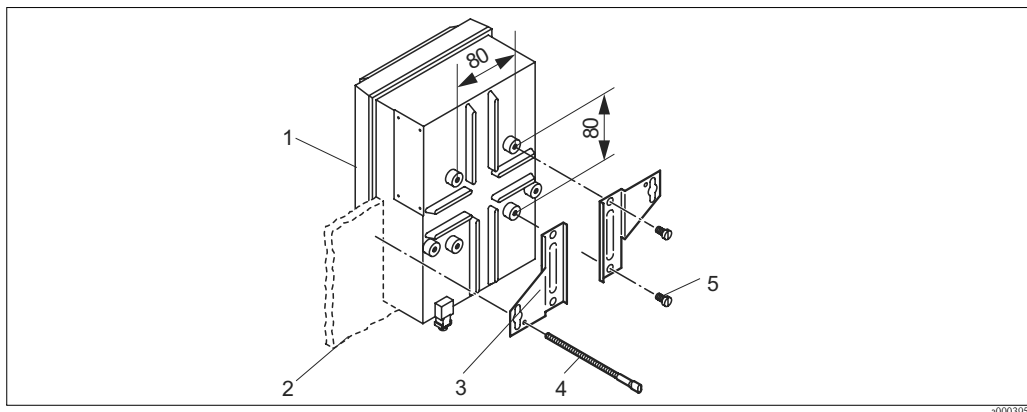

Fig. 12 : Montage en façade d'armoire électrique
2. Dévissez la partie supérieure du boîtier (pos. 1).
3. Fixez les plaques de support (pos. 3) au moyen des vis de fixation (pos. 5) selon la Fig. 12 sur la partie inférieure du transmetteur.
4. Fixez le transmetteur au moyen des vis (pos. 4) sur la façade de l'armoire électrique (pos. 2).